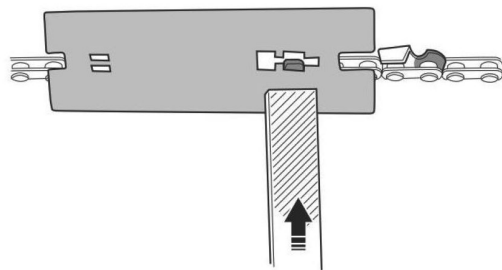

Рис. 26
1. Усталюеце шаблон абмежавальніка глыбіні так, каб абмежавальнік падачы быў у прасвеце шаблону, а пласціна шаблону абапіралася на рэжучы зуб (рис. 26).